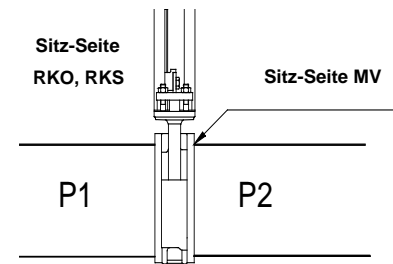

Fig. 3
- **Nur für MV – siehe Fig. 3:**
Bauarten RKO und RKS – siehe Fig. 3: